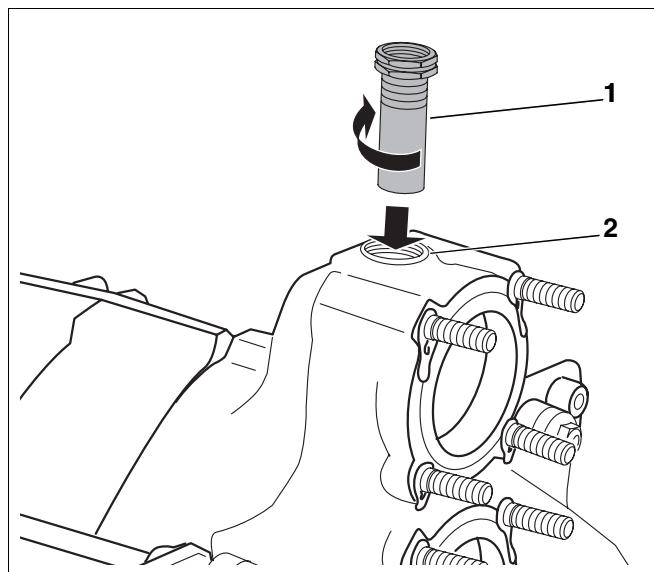

Рис. 20 Установка гильзы для датчиков
- Вставить гильзу $\frac{3}{4}$ " (длина: 110 мм) (рис. 20, **поз. 1**) сверху в резьбовое отверстие $\frac{3}{4}"$ штуцера подающей линии (рис. 20, **поз. 2**).